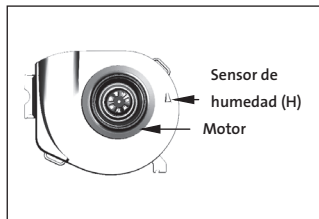
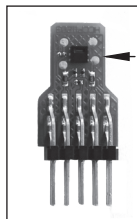

Fig. 12 Placa del motor con sensor de humedad (H)
Fig. 13 Sensor de humedad
El sensor de humedad (H) (fig. 12 en fig. 13) se puede limpiar con un pincel seco.